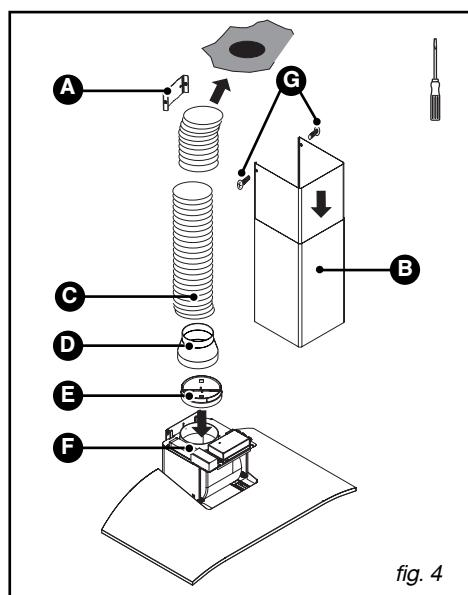

fig. 4
– Emboîtez l'extrémité de la gaine sur la sortie moteur (fig. 4).
– Préparez votre cheminée télescopique en prenant soin de dissimuler les ouïes (fig. 4). Emboîter les cheminées l'une dans l'autre au maximum.
– Fixez la partie supérieure de la cheminée (B/fig. 4) sur le support cheminée métallique (A/fig. 4) avec les deux vis (G/fig. 4).